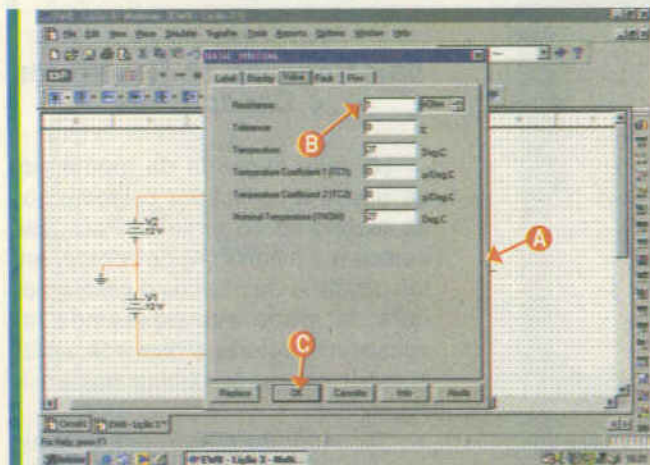

Figura 9 - Programando os valores dos componentes
Nessa caixa, selecionamos as propriedades (C) clicando sobre ela para que abra a caixa de diálogo ilustrada na figura 9, em (A).